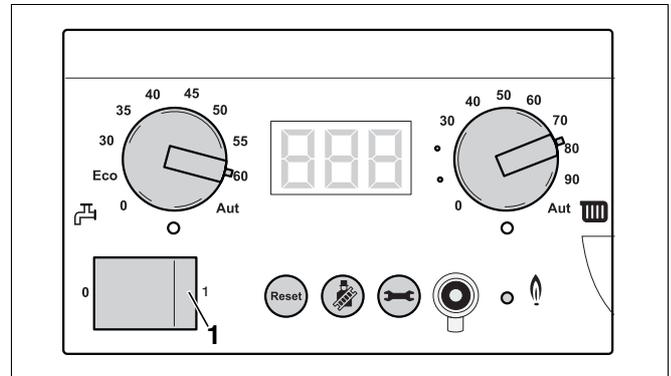

Fig. 98 Regolatore di base BC10
- Spegnere l'impianto di riscaldamento con l'interruttore di esercizio del BC10 (fig. 98, pos. 1).
- Spegnerne l'impianto di riscaldamento con l'interruttore di esercizio del BC10 (fig. 98).